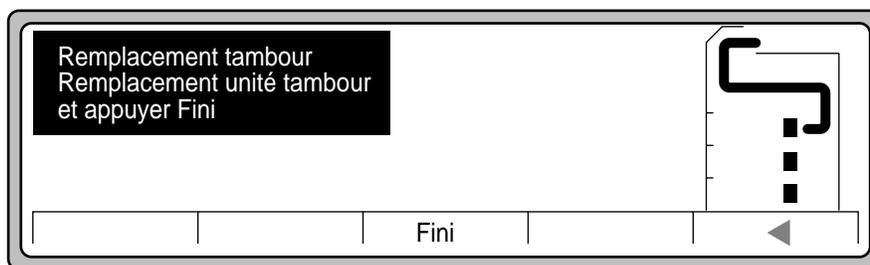

Figure 4-22 Remplacement du tambour
6. Appuyez sur ► pour afficher les instructions relatives au tambour, comme illustré à la Figure 4-22.